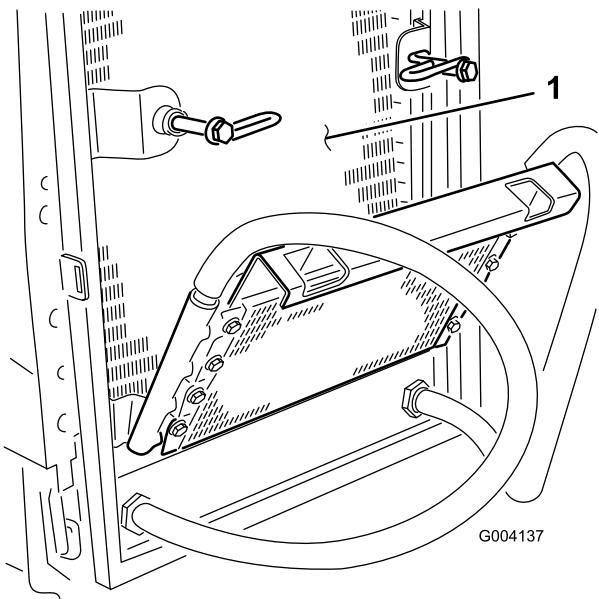

Bild 70
6. Reinigen Sie beide Seiten des Ölfilters und des Kühlers gründlich mit Druckluft (Bild 70).